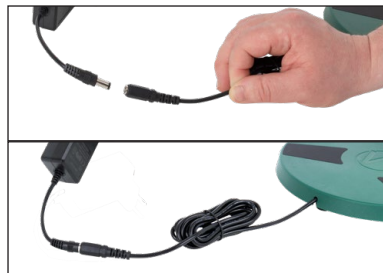

Abb. 1
1. Um das Gerät einzuschalten, verbinden Sie das Netzteil mit der Zuleitung des Gerätes (Abb. 1) und stecken Sie das Netzteil in eine vorschriftsmäßig installierte Steckdose.